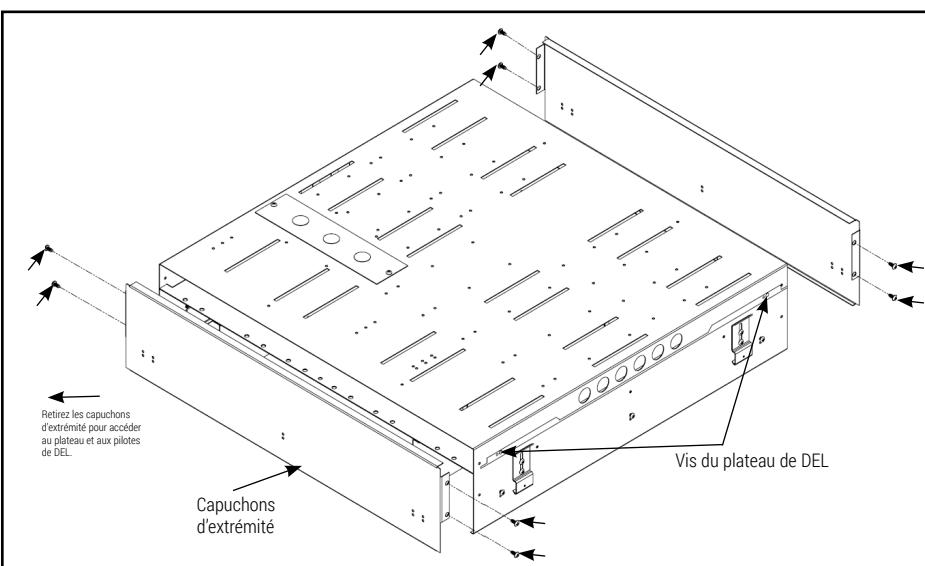

Figure 6.
- Retirez les capuchons d'extrême, huit vis, soit deux par côté. Retirez le plateau de DEL, quatre vis, soit deux par côté. Faites glisser le plateau de DEL vers l'extrême ouverte pour accéder au pilote. (Figure 6)